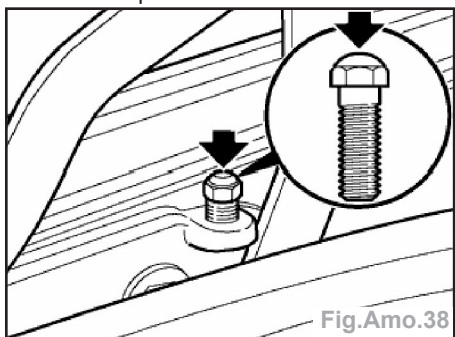

Fig.Amo.38
- Vis de butée à tête plastique ronde (Fig. Amo.38) :